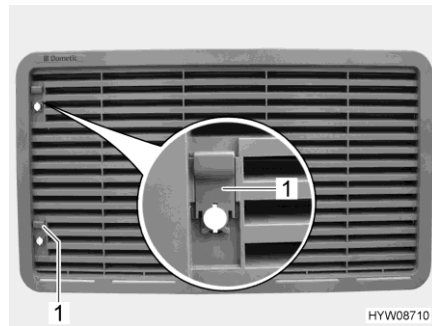

Bild 195 Kühlschrank-Lüftungsgitter
- Schieber (Bild 195,1) nach oben schieben.